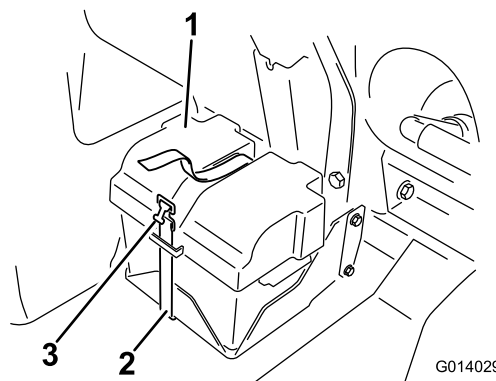
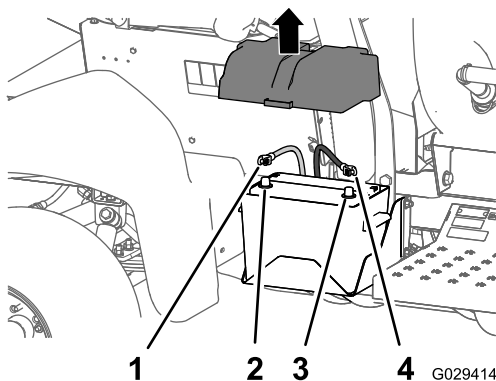

Figura 1
Figura 2
1. Retire la tapa de la batería y desconecte el cable negativo (negro—tierra) del borne de la batería (Figura 1 y Figura 2).
- Desconecte el cable positivo (rojo) del borne de la batería (Figura 2).